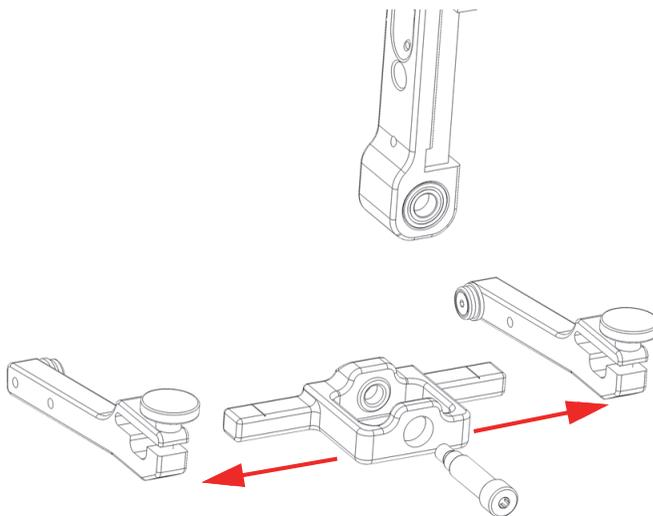

Figura 5-5 Scorrimento dei bracci della staffa
3. Svitare entrambe le viti prigioniere dei bracci sulle staffe sinistra-destra e fare scorrere i bracci della staffa al di fuori della traversa rotante della staffa (Figura 5-5 a pagina 84).